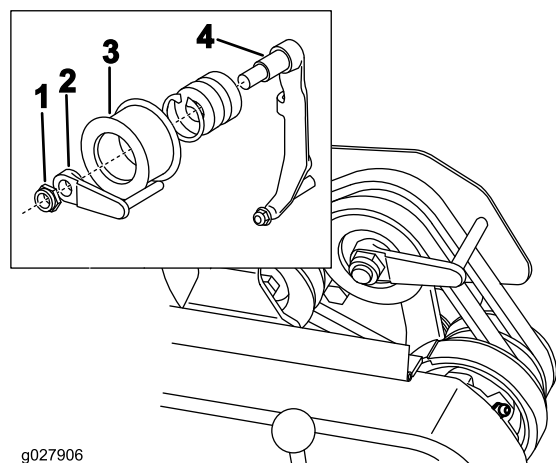

Figura 47
8. Para empurrar ou puxar mais facilmente a máquina sem ligar o motor, ajuste o guia da correia (Figura 47, em destaque) da seguinte forma: